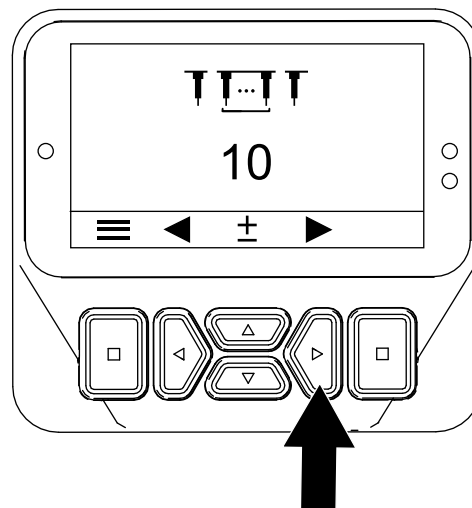

Bild 50
7. Drücken Sie die Taste „nach rechts“, um den Bildschirm "Einstellen der Anzahl der Tines" anzuzeigen (Bild 50).